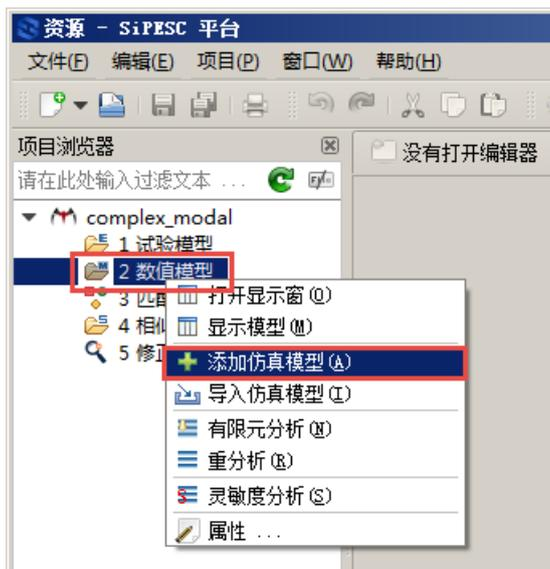
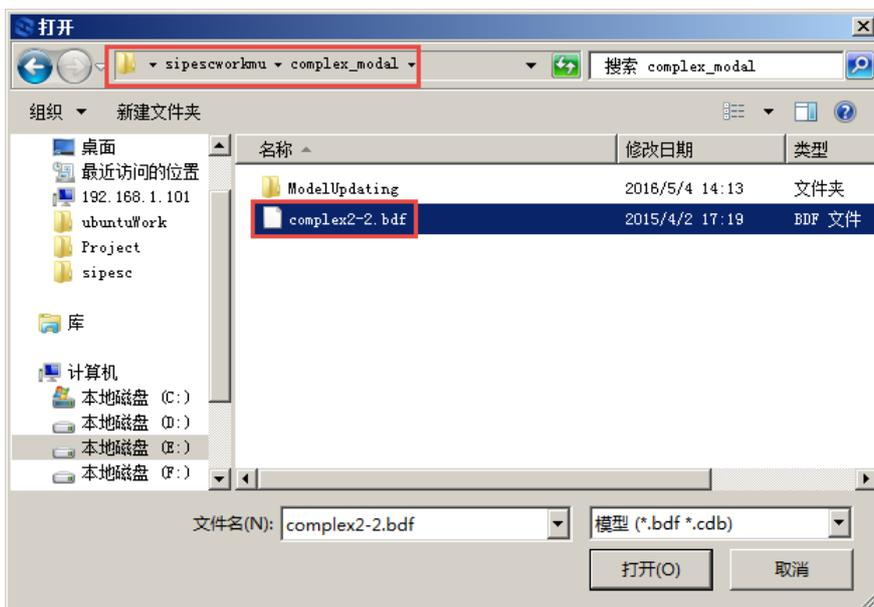

图 3.7 添加有限元模型文件
图 3.8 选择有限元模型文件
(4) 导入有限元模型和试验模型。
① 添加有限元模型文件。如图 3.7 所示，右键点击“**2 数值模型**”，在展开的下拉菜单中点击“**添加仿真模型**”，弹出对话框如图 3.8 所示，选中项目文件夹下的“**complex2-2.bdf**”文件，点击右下角的“**打开**”，完成有限元模型文件的添加。